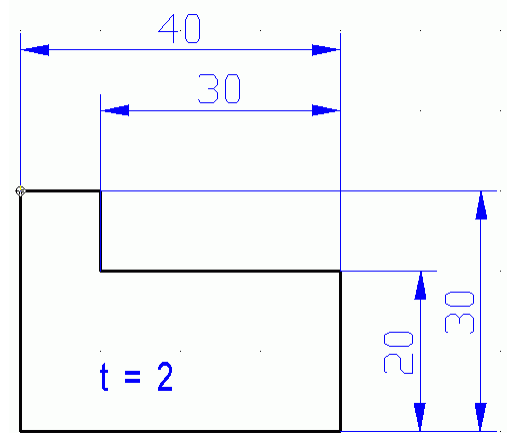

Abb. 1
- Der Mindestabstand paralleler Maßlinien untereinander ist 7 mm (Abb. 1)².
- Maßlinien dürfen sich nicht schneiden (Abb. 1). Deshalb beginnt man stets mit den kleineren Maßen und setzt die Gesamtmaße außen.